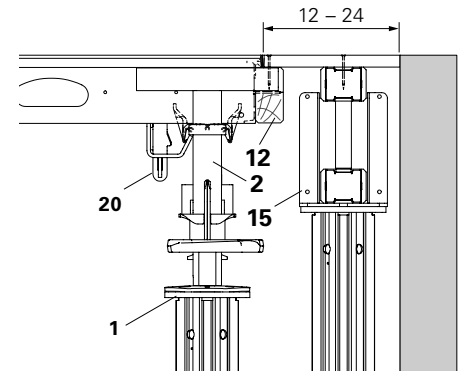

Fig. A5.38
1. Installer le panneau SDP (3) au-dessus de la poutrelle SLT (2) et sécurisé le avec un Coin à Panneau SPKK. (20).
2. Visser la Solive Bois SPH (12) ou un Bois sur le panneau.
3. Positionner un étau supplémentaire avec tête de fourche (15) et poutrelle de coffrage.
4. Installer le coffrage (16) et le fixer à l'aide de clous, (Fig. A5.38)